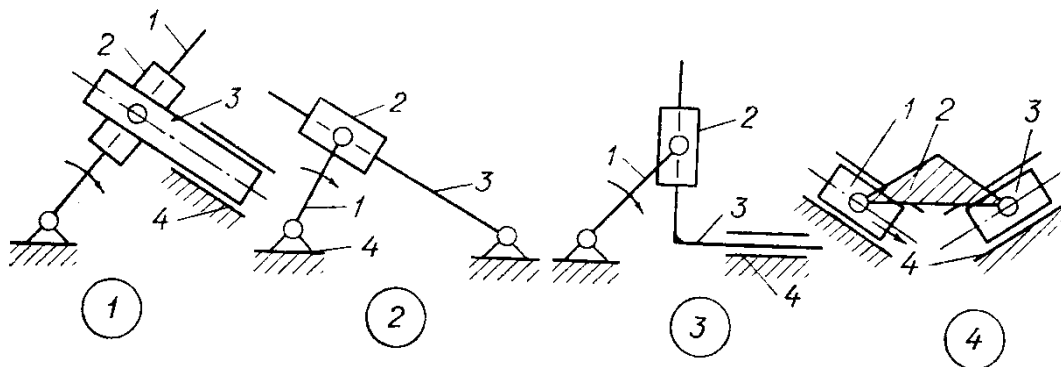

Рис. 2.8.
42. Какой из четырех изображенных на рис. 2.8, механизмов называется кулисно-ползунный?
43. Какой из четырех изображенных на рис. 2.8, механизмов называется механизмом двойного ползуна?
44. Какой из четырех изображенных на рис. 2.8, механизмов называется двухползунным?
50. Какой из четырех механизмов, изображенных на рис. 2.8, имеет следующее строение:
51. Какой из четырех механизмов, изображенных на рис. 2.8, имеет следующее строение: